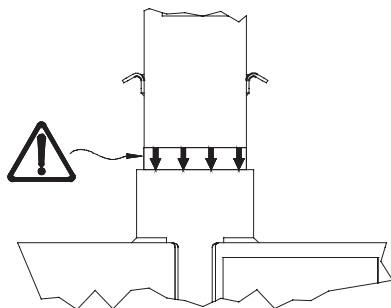

Abbildung 25. Etikett zur Einsatzkennzeichnung an Oberer Stütze 4.7.
6. Bei der Verwendung von SkyReach mit dem Verladesystem MkII kann die Obere Stütze 4.7 verwendet werden, um eine Verankerung 4,7 m über dem Boden zu ermöglichen. Wenn eine höhere Arbeitshöhe gewünscht wird, wählen Sie stattdessen den SkyReach Anschlussadapter 5.9. Bei dieser Lösung befindet sich die Verankerung 5,9 m über dem Boden. Die folgenden Anweisungen gelten für beide Lösungen. Die Abbildungen zeigen jedoch nur die Obere Stütze 4.7. Setzen Sie die Obere Stütze 4.7/den SkyReach Anschlussadapter 5.9 in den oberen Rahmen, während der obere Rahmen immer noch am Boden steht. Achten Sie dabei darauf, dass das Etikett zur Einsatzkennzeichnung richtig platziert ist. Siehe Abbildung 25.